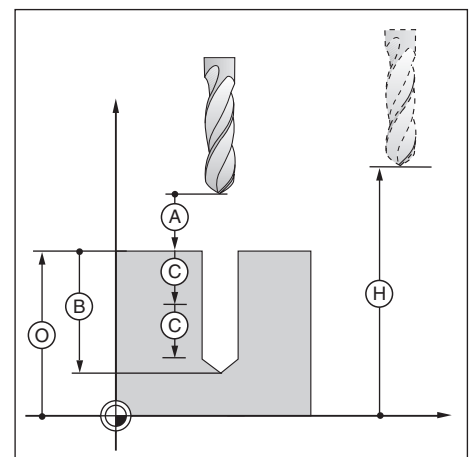

Bild 7.1: Absoluta och inkrementala inmatningsuppgifter vid borr cykler
Bild 7.1 illustrerar även säkerhetsavståndet (A) och skärdjupet (C).